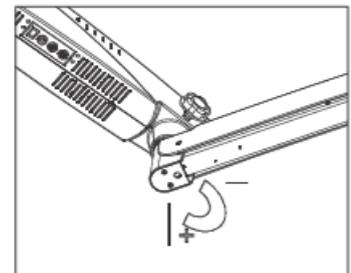

Fig. 51
2. Desserrez les deux boulons Allen à l'aide d'une clé Allen de 4 mm comme indiqué sur la fig. 51.